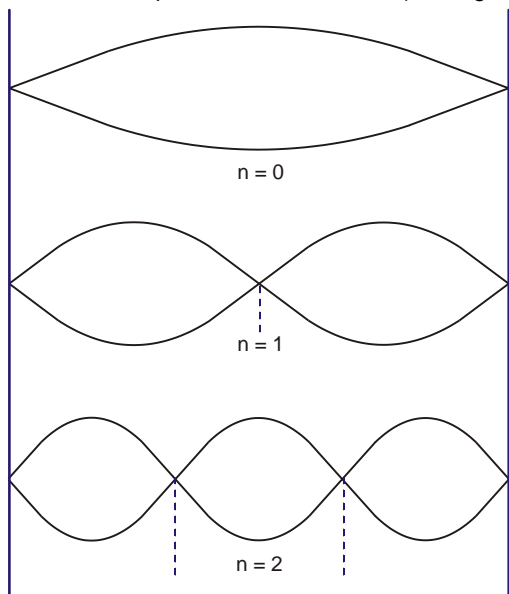

Fig. 3: Ondes stationnaires
En d'autres termes, la condition de résonance (5) exige que la longueur L représente très précisément un multiple entier de la demi-longueur d'onde. La fréquence de résonance doit convenir à cette longueur d'onde, n représentant le nombre de nœuds d'oscillations. Elle est nulle s'il ne se forme qu'un anti-nœud sur la composante fondamentale (voir Fig. 3).